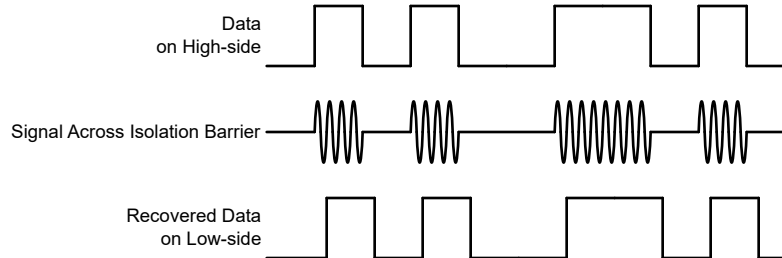

図 6-4. OOK ベースの変調方式
AMC21C12 は、SiO2 ベースの絶縁バリア越しにコンパレータの出力状態を送信するため、図 6-4 に示すオン / オフ・キーイング (OOK) 変調方式を採用しています。「機能ブロック図」に示す送信ドライバ (TX) は、デジタル 1 を表すために内部で生成された高周波キャリアを絶縁バリア越しに送信します。デジタル 0 を表す信号は送りません。